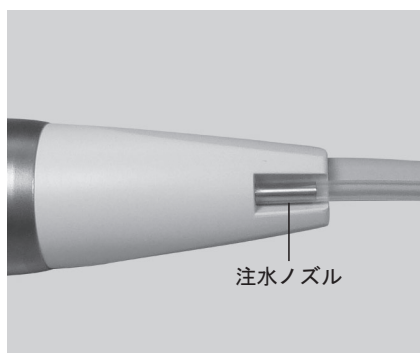

図 11
- 4) もう一方のイリゲーションチューブ先端をハンドピースの注水ノズルに挿し込みます。(図 11)